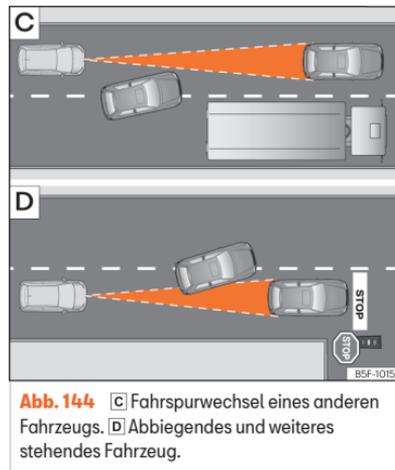

Abb. 144 [C] Fahrspurwechsel eines anderen Fahrzeugs. [D] Abbiegendes und weiteres stehendes Fahrzeug.
- Fahrzeuge, die in geringem Abstand auf die eigene Fahrspur wechseln >>> [Abb. 144] [C].
ACC reagiert nicht auf stehende Fahrzeuge. Wenn z. B. ein von der ACC erfasstes Fahrzeug abbiegt oder ausschert und sich vor diesem Fahrzeug ein stehendes Fahrzeug befindet, reagiert ACC nicht auf das stehende Fahrzeug »» (Abb. 144) .